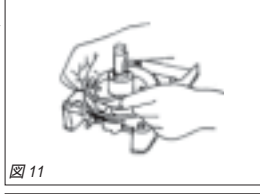

図11
6) ポンプロッド・ワイヤウイングを反時計方向に回して、モーターインレットコネクタ を外します。(図11)